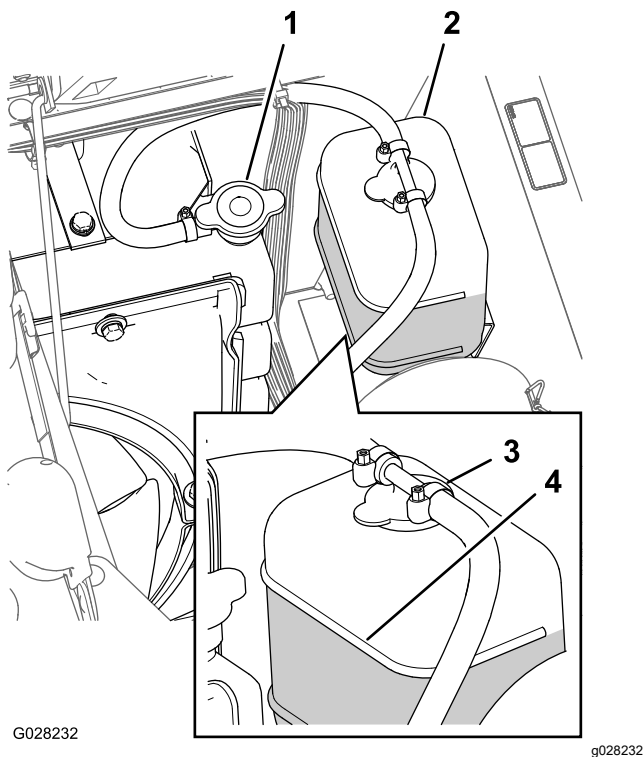

Figure 94
3. Retirez le bouchon du radiateur et le bouchon du vase d'expansion avec précaution (Figure 94).
Remarque: Le radiateur doit être rempli jusqu'en haut du goulot de remplissage et le vase d'expansion jusqu'au repère maximum (Figure 94).
5. Si le niveau de liquide de refroidissement est trop bas, enlevez le bouchon du vase d'expansion et le bouchon du radiateur. Remplissez le vase d'expansion jusqu'au repère maximum, et le radiateur jusqu'en haut du goulot de remplissage (Figure 94).
6. Remettez en place les bouchons du radiateur et du vase d'expansion (Figure 94).
2. Laissez refroidir le moteur puis retirez le bouchon du radiateur (Figure 94).
6. Retirez le bouchon de radiateur (Figure 94).
8. Démarrez le moteur en ayant serré légèrement le bouchon sur le radiateur (Figure 94).
10. Une fois le liquide de refroidissement chaud, faites l'appoint jusqu'à la surface d'étanchéité du bouchon et serrez ce dernier (Figure 94).
11. Ouvrez le bouchon du vase d'expansion et versez du liquide de refroidissement jusqu'au niveau à froid (Figure 94).